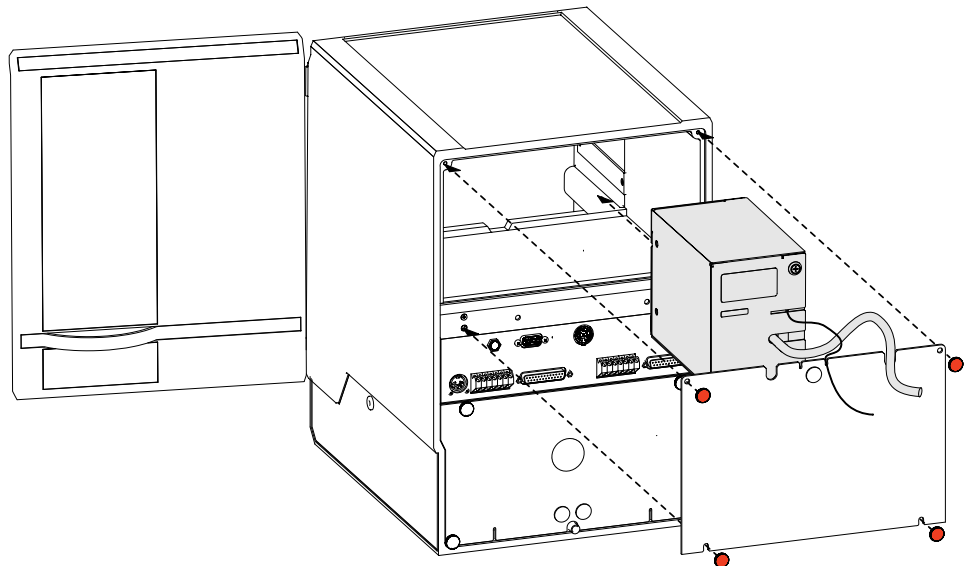

Abb. 7: Detektorblock in Separation Center einsetzen
- Detektorblock von hinten auf die dafür vorgesehenen Standfläche im IC Separation Center 820 stellen und ganz nach vorn schieben (siehe Abb. 7, bzw. Abb. 21 und Abb. 23).
- Den ersten Detektorblock A von hinten auf die rechte Seite der dafür vorgesehenen Standfläche im IC Separation Center 820 stellen und ganz nach vorn schieben (siehe Abb. 7, bzw. Abb. 22 und Abb. 25).
- Den zweiten Detektorblock B von hinten auf die linke Seite der dafür vorgesehenen Standfläche im IC Separation Center 820 stellen und ganz nach vorn schieben (siehe Abb. 7, bzw. Abb. 22 und Abb. 25).